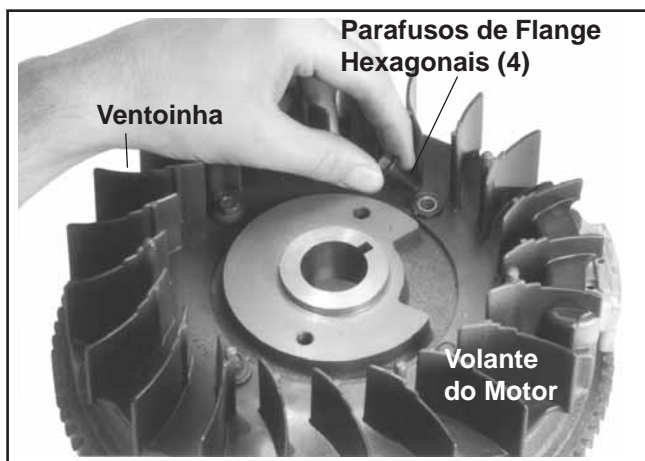

Figura 11-25. Instalar a Ventoinha no Volante do Motor.
1. Instale a ventoinha, os espaçadores e os parafusos de flange hexagonais no volante do motor. Consulte a Figura 11-25.